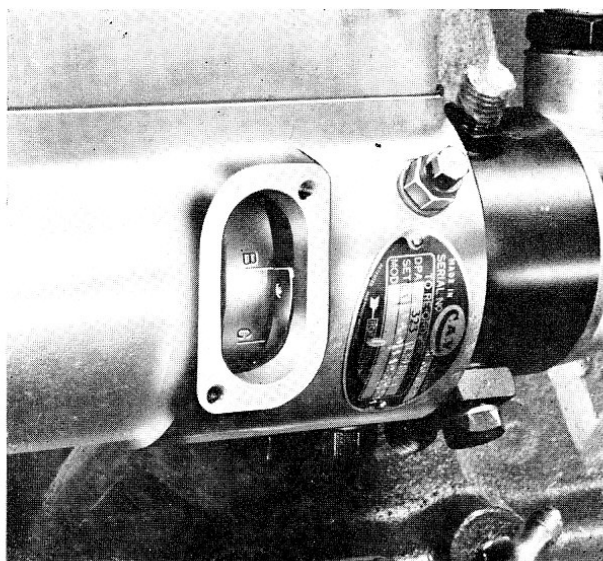

Fig. 10
- Tourner ensuite dans le sens de rotation jusqu'à ce qu'apparaisse le premier repère gravé sur le volant. Ce repère, aligné avec celui qui est gravé sur le bloc, correspond au début d'injection (24° avant le P.M.H. du piston N° 1, repère W sur le distributeur). Dans cette position, le repère B gravé sur le rotor de la pompe doit être en correspondance avec celui tracé sur le circlip (fig. 10).